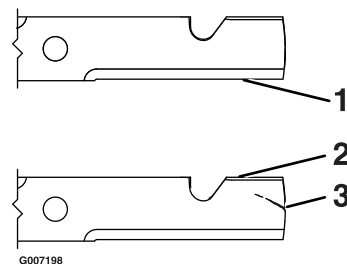

Figura 38
1. Inspeccione los filos de corte (Figura 38). Si los bordes no están afilados o tienen muescas, retire las